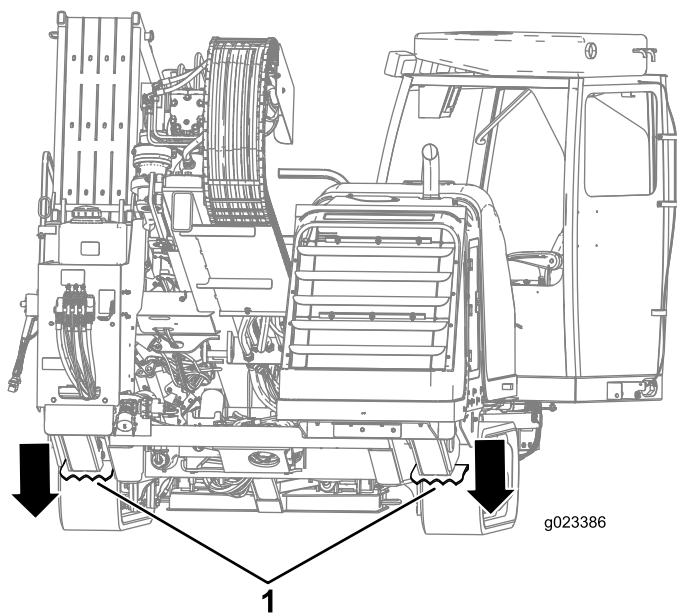

Figura 43
5. Baje los estabilizadores traseros hasta que descansen firmemente en el suelo, o hasta que obtenga el ángulo de entrada deseada (Figura 43).